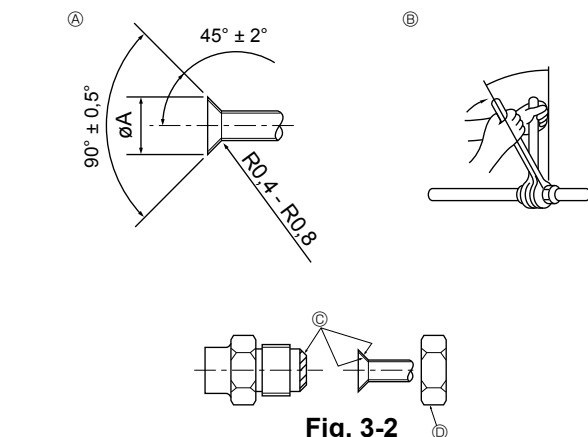

Fig. 3-2
3.2. Σωλήνες σύνδεσης (Fig. 3-2)